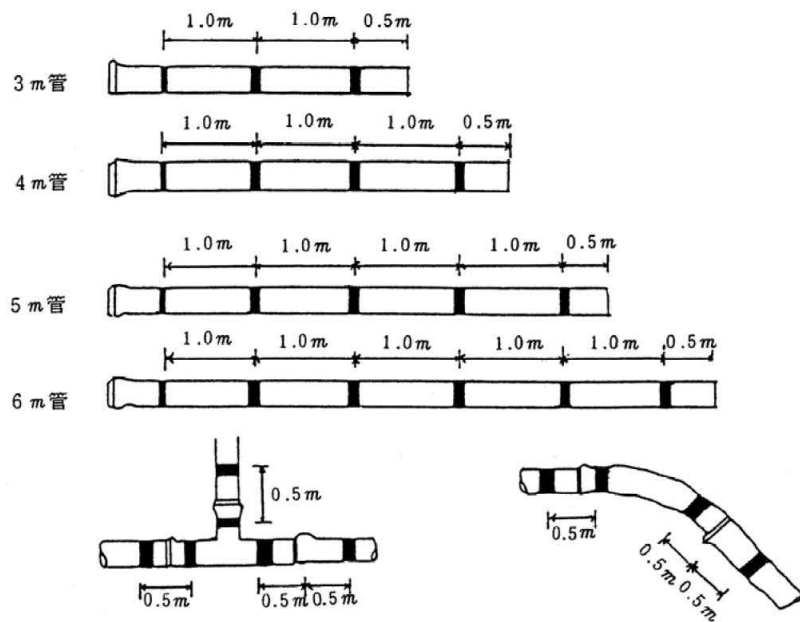

図 3.9.1 明示テープ貼付標準図
- ① 分岐工事により露出した配水管及び口径 75mm 以上の給水管（道路部分のみ）には、明示テープを貼付すること。
- ② 明示テープは、塩化ビニル製とし、水道部支給のものを使用すること。
- ③ 明示テープは、ポリエチレンスリーブの上に貼付すること。
- ④ 管類への貼付方法は、図 3.9.1による胴巻きテープとする。
- ⑤ 胴巻きは、管の端（さし口端）から 0.5m のところより 1m 間隔に 1.5 回巻きとし、管上半円部で重ね合わせること。